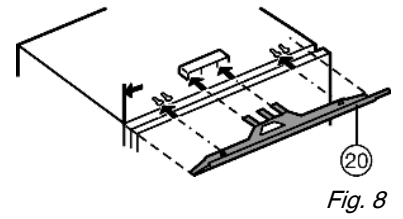

Fig. 8
- ▶ Monter le cache de compensation côté préhension en l'alignant ← avec la paroi latérale de l'appareil : Fig. 8 (20) l'insérer dans le support et l'enclencher dans les trous.